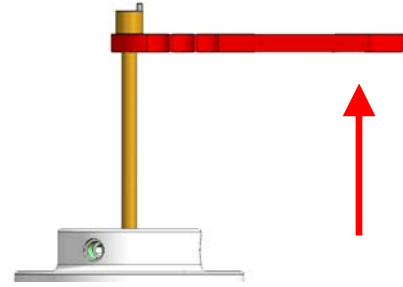

Fig. 6
3. Wippe mit etwas Kraft, ohne etwas zu lösen, ebenfalls nach vorne wegziehen. Bei kleinen Durchmessern und/oder kurzen Längen sollte der SOLO-Schlüssel zur Demontage verwendet werden (Fig. 6).
3. Then pull blade control also forwards away with some force, but without releasing anything. By small diameters and/or short length, use the SOLO key for disassembly (Fig. 6).